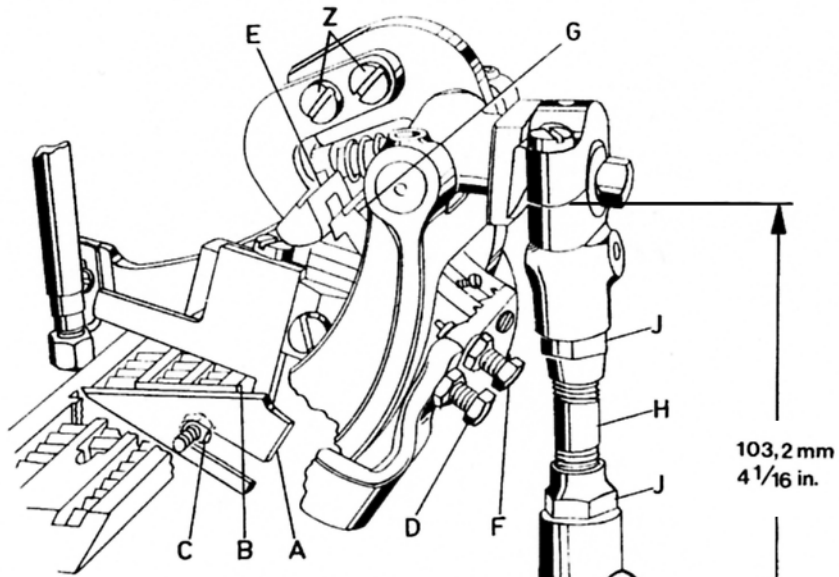
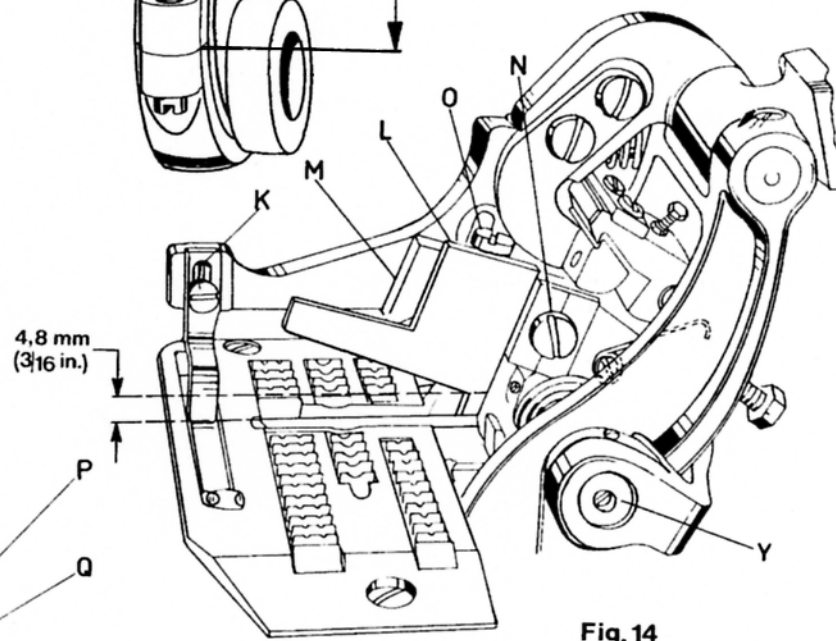
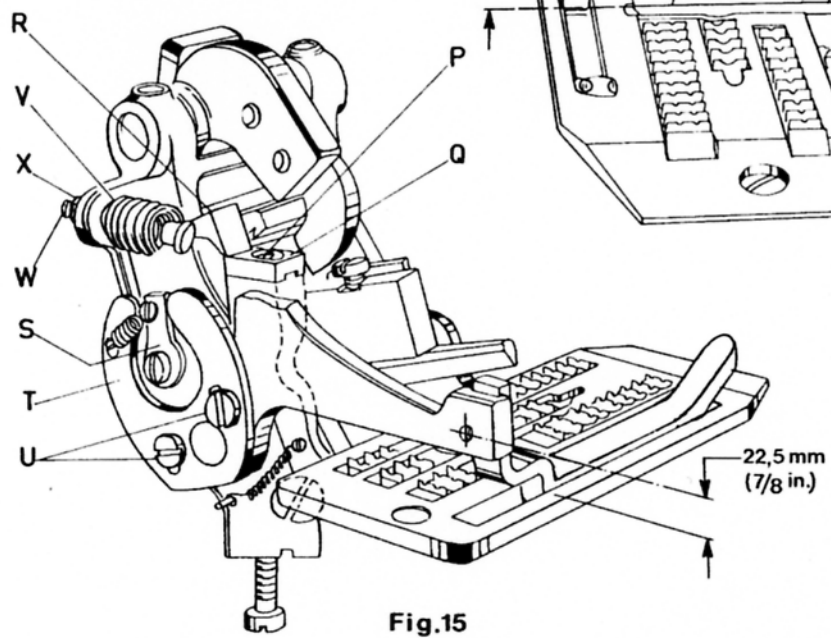

Fig. 13
Fig. 14
Fig. 15
2. Lay the throat plate temporarily on its seat. Loosen the hexagonal head adjusting screw (D, Fig. 13) and set so that the distance between top surface of throat plate and the center of thread hole for fastening the actuating shoe is 22.5 mm (7/8 in.) (see Fig. 15). Retighten screw (D, Fig. 13) with lock nut.
3. Set the lower knife (A, Fig. 13) so that the cutting edge is even with the top of throat plate (B) and tighten it in this position with the hexagonal head screw (C). Reassemble needle guard, feed dog and throat plate.
4. Assemble actuating shoe (K, Fig. 14) and set it so that the top surface of actuating shoe is even with the top surface of throat plate.
5. With a screwdriver, press the spring loaded knife lever shaft (Y, Fig. 14) to the rear and insert upper knife (L) in upper knife lever (M). Raise the upper knife as high as it will go, until the back of the knife cutting edge stops on the knife lever. Tighten the clamp screw (N) slightly.
6. Loosen screw (P, Fig. 15) and move shoe (Q) to extreme left. Turn handwheel until pawl (E, Fig. 13) is at its lowest position. Turn screw (F) until the edge of ratchet block (G) snaps over the edge of pawl (E), then add 1/4 to 1/2 turn more to ensure adequate clearance under operating conditions. Retighten the lock nut of the screw (F). If screw (F) is turned too far the mechanism will not work. Small differences can be equalized when loosening screws (Z) and adjusting the pawl (E) accordingly. Retighten screws (Z) firmly.
7. Move shoe (Q, Fig. 15) to the right so that pawls (R) will rest on the extreme right end of shoe. Shoe should have polished end to the right and point of pawls may overlap slightly over outside to insure trigger action during operation of machine.
2. Legen Sie die Stichplatte vorübergehend auf ihre Auflage. Lösen Sie die Sechskant-Einstellschraube (D, Fig. 13) und stellen Sie sie so, daß der Abstand zwischen Stichplattenoberfläche und Mitte Gewindebohrung zur Tasterbefestigung 22,5 mm beträgt (Siehe Fig. 15). Ziehen Sie die Schraube (D, Fig. 13) mit der Gegenmutter fest.
3. Stellen Sie das Untermesser (A, Fig. 13) so ein, daß seine Schneide mit der Oberfläche der Stichplatte (B) bündig ist und ziehen Sie es in dieser Stellung mit der Sechskantschraube (C) fest. Bauen Sie Nadelanschlag, Transporteur und Stichplatte wieder ein.
4. Montieren Sie den Taster (K, Fig. 14) und stellen Sie ihn so ein, daß die obere Fläche des Tasters mit der Oberseite der Stichplatte bündig ist.
5. Drücken Sie mit einem Schraubendreher die gefederte Messerhebelwelle (Y, Fig. 14) nach hinten und setzen Sie das Obermesser (L) im Messerhebel (M) ein. Schieben Sie das Messer im Hebel so weit wie möglich nach oben bis der Rücken der Messerschneide am Messerhebel anschlägt. Ziehen Sie die Klemmschraube (N) leicht an.
6. Lösen Sie die Schraube (P, Fig. 15) und schieben Sie den Schaltschuh (Q) ganz nach links. Drehen Sie das Handrad bis der Mitnehmer (E, Fig. 13) seine tiefste Stellung erreicht hat. Drehen Sie die Schraube (F) bis die Kante der Klinke (G) über die Kante des Mitnehmers (E) schnappt. Drehen Sie die Schraube (F) um 1/4 bis 1/2 Umdrehung weiter, damit beim Betrieb ausreichend Spielraum vorhanden ist. Ziehen Sie die Gegenmutter der Schraube (F) wieder an. Wenn die Schraube (F) zu weit gedreht wird, arbeitet der Mechanismus nicht. Kleine Unterschiede können nach Lösen der Schrauben (Z) und durch entsprechendes Verstellen des Mitnehmers (E) ausgeglichen werden. Ziehen Sie die Schrauben (Z) wieder gut an. Wenn die Kanten von Mitnehmer und Klinke nicht ineinander eingreifen, so kann es notwendig werden, die Verbindungsstange (H) mit den Feststellmutter (J) nachzustellen. Der richtige Abstand von Mitte zu Mitte Lagerschale beträgt 103,2 mm. Bei einzelnen Bandabschneidern kann wegen geringfügiger Summierung von Fertigungstoleranzen eine leicht abweichende Einstellung notwendig werden.
7. Schieben Sie den Schaltschuh (Q, Fig. 15) nach rechts, so daß die Spitze der Schalt Nase (R) am äußersten rechten Ende des Schaltschuhes aufliegt. Das polierte Ende des Schaltschuhes muß rechts sein und die Spitze der Schalt Nase soll die Schaltschuhaußenkante leicht überlappen, damit beim Betrieb der Maschine eine Schnepferwirkung gewährleistet ist.
8. When actuating shoe (K, Fig. 1e) is raised slightly, trip dog (S, Fig. 15) should allow pawl (R) to slide off shoe (Q) and the cutting action is released within 1 1/2 turn or less of the handwheel.
Raise actuating shoe (K, Fig. 14) slightly and turn handwheel in operating direction until upper knife (L) is in its lowest position. Left at the tip of the knives, the cutting edge of the upper knife should overlap the cutting edge of the lower knife by 1 mm (.040 in.)
When open there should be about 4.8 mm (3/16 in.) opening, right at the pilot of the upper knife (see Fig. 14).
NOTE: When the knives (A, Fig. 13) and L, Fig. 14) are resharpened, their adjustment is maintained by only raising and lowering them in their holders, according to the stock removed while grinding.
9. The position of the tape cutter actuating shoe (K, Fig. 14) determines the length of tape extending beyond the bag at the start of closure. The extending length of tape at the finish of closure is not adjustable. Raising the actuating shoe in its slot shortens the extending length of tape on start of closure, lowering the shoe lengthens it.
Also the trip dog operating cam (T, Fig. 15) can be retarded or advanced to vary the length of the tape at the start of closure. Loosen screws (U) and turn the operating cam (T) toward the handwheel end of machine to shorten the extending length of tape and in the opposite direction to lengthen it. Retighten screws (U).
The actuating shoe tension spring (V, Fig. 15) is adjustable for various weights of material. Use screw (W) and lock nut (X) to make this adjustment. The tension should be just strong enough to press the actuating shoe down, back to its home position.
8. Wird der Taster (K, Fig. 14) leicht angehoben, bewirkt der Schaltnocken (S, Fig. 15), daß die Schaltnase (R) vom Schaltshuh (Q) heruntergleitet, innerhalb von 1 1/2 Handradumdrehungen oder weniger, wird der Schneidvorgang ausgelöst.
Heben Sie den Taster (K, Fig. 14) leicht an und drehen Sie am Handrad in Nährichtung bis das Obermesser (L) in seiner untersten Stellung ist. Links an er Spitze der Messer soll die Schneide des Obermessers die Schneide des Untermessers um 1 mm überlappen.
In geöffnetem Zustand soll rechts am Führungszapfen des Obermessers ein Durchgang von etwa 4,8 mm sein (siehe Fig. 14).
BEACHTEN SIE: Wenn die Messer (A, Fig. 13) und (L, Fig. 14) nachgeschliffen werden, bleibt ihre Einstellung erhalten. Sie müssen nur in ihren Haltern höher und tiefer gestellt werden, entsprechend dem beim Schärfen abgeschliffenen Werkstoff.
9. Die Lage des Tasters (K, Fig. 14) bestimmt die überstehende Bandlänge am Anfang des Sackes. Die überstehende Bandlänge am Sackende ist nicht einstellbar.
Auch die Schaltnockenkurve (T, Fig. 15) kann etwas vor- oder zurückgestellt werden, um die Länge des überstehenden Bandes am Anfang des Sackes zu verändern. Lösen Sie dazu die Schrauben (U) und drehen Sie die Kurve (T) auf die Handradseite der Maschine zu; dies verkürzt die überstehende Bandlänge. Drehen in entgegengesetzter Richtung verlängert sie. Ziehen Sie die Schrauben (U) wieder an.
Die Druckfeder (V, Fig. 15) für den Taster kann auf die verschiedenen Materialstärken eingestellt werden. Die Einstellung wird mit Schraube (W) und Gegenmutter (X) gemacht. Der Druck soll gerade stark genug sein, um den Taster wieder nach unten, zurück in seine Ausgangsstellung zu bringen.